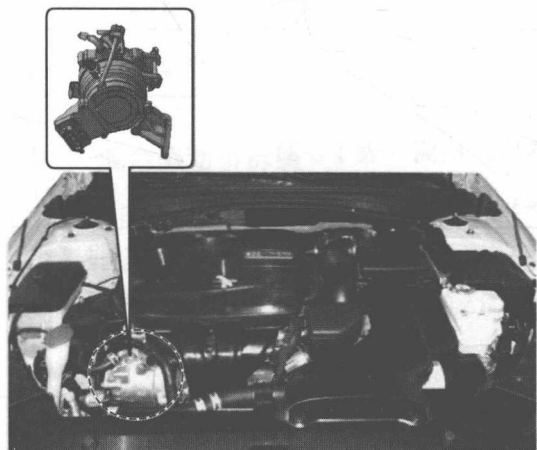
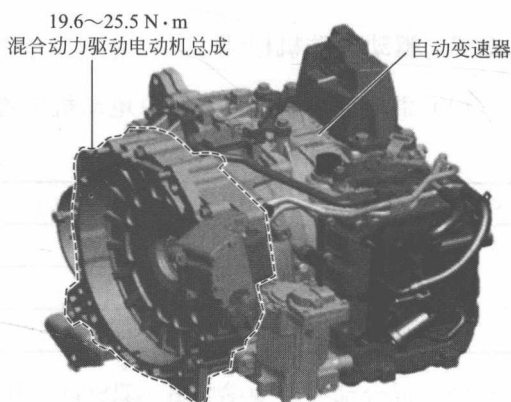

图 1-3-1
图 1-3-2
❶ 混合动力电动机系统配备两个电动机（HSG、驱动电动机），如图 1-3-1 和图 1-3-2 所示。
❷ 当驱动电动机驱动车辆行驶时，降低噪声、振动、不平顺性（NVH），并且提高燃油效率。
❸ 驱动电动机在减速和制动期间起到发电机的作用。
❹ 车辆行驶中，混合动力起动机/发电机（HSG）启动发动机。